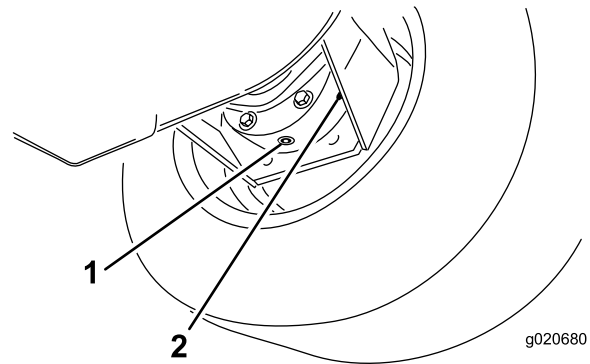

Bild 94
3. Stellen Sie eine Auffangwanne unter das Bremsgehäuse, entfernen Sie die Ablassschraube und lassen das Öl ablaufen (Bild 94).